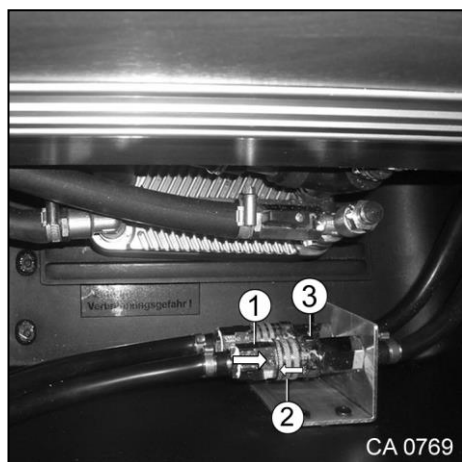

Fig. 136 Raccords du tapis chauffant du plancher en cabine
1. Tirer la bague (Fig. 136/2) en arrière tout en poussant le tuyau flexible (Fig. 136/1) fermement dans le raccord (Fig. 136/3).
2. Lâcher la bague (Fig. 136/2).
1. Pousser le flexible (Fig. 136/1) contre le raccord (Fig. 136/3) tout en tirant la bague (Fig. 136/2) en arrière.
2. Tirer le flexible (Fig. 136/1) hors du raccord (Fig. 136/3).